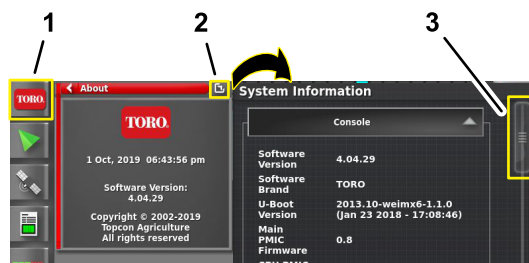

Figura 278
1. Pulse el icono INFORMACIÓN GENERAL y luego deslice el dedo sobre el icono PANTALLA COMPLETA en la esquina superior derecha de la ventana de información del sistema (Figura 278).